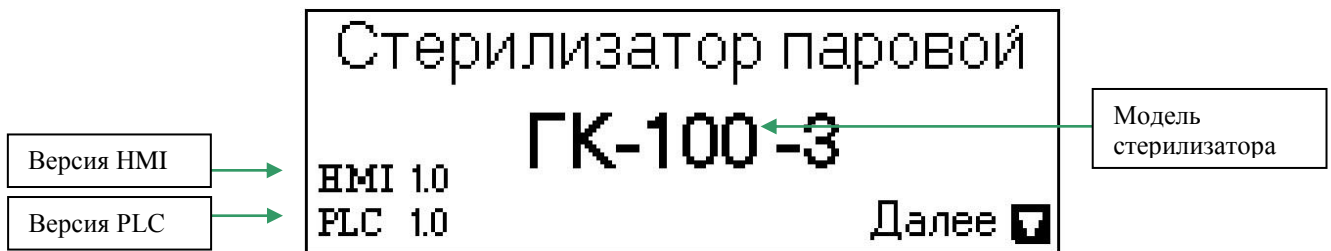

Рис. 3
7.2. Через несколько секунд на операторской панели появится стартовый экран (см. рис. 3).
**Внимание!** В случае наличия остаточного разряжения в камере, после проведения стерилизационного цикла, находясь на стартовом экране (см. рис.3), нажмите и удерживайте клавишу 0 до полного выравнивания давления в камере с атмосферным.
**Внимание!** В случае наличия остаточного давления в камере, после проведения стерилизационного цикла, находясь на стартовом экране (см. рис.3), нажмите и удерживайте клавишу 1 до полного сброса пара из камеры.